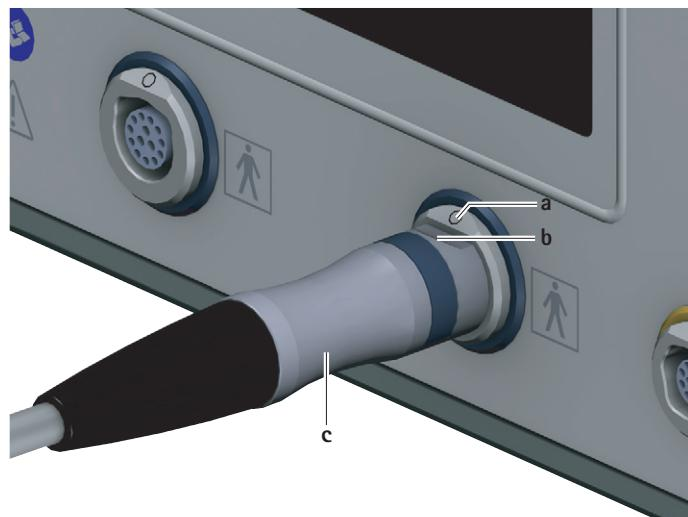

Fig. 3 Anslut motorkabeln
- Rikta styrenhetens kontakt c på motorkabeln så att markeringen b på kontakten stämmer överens med markeringen a på användningsdelarnas anslutningsuttag 7, se Fig. 3.
- Dra ut motorkabeln på kontakten för styrenheten **c** från anslutningsuttaget för användningsdelarna **7**, se Fig. 3.